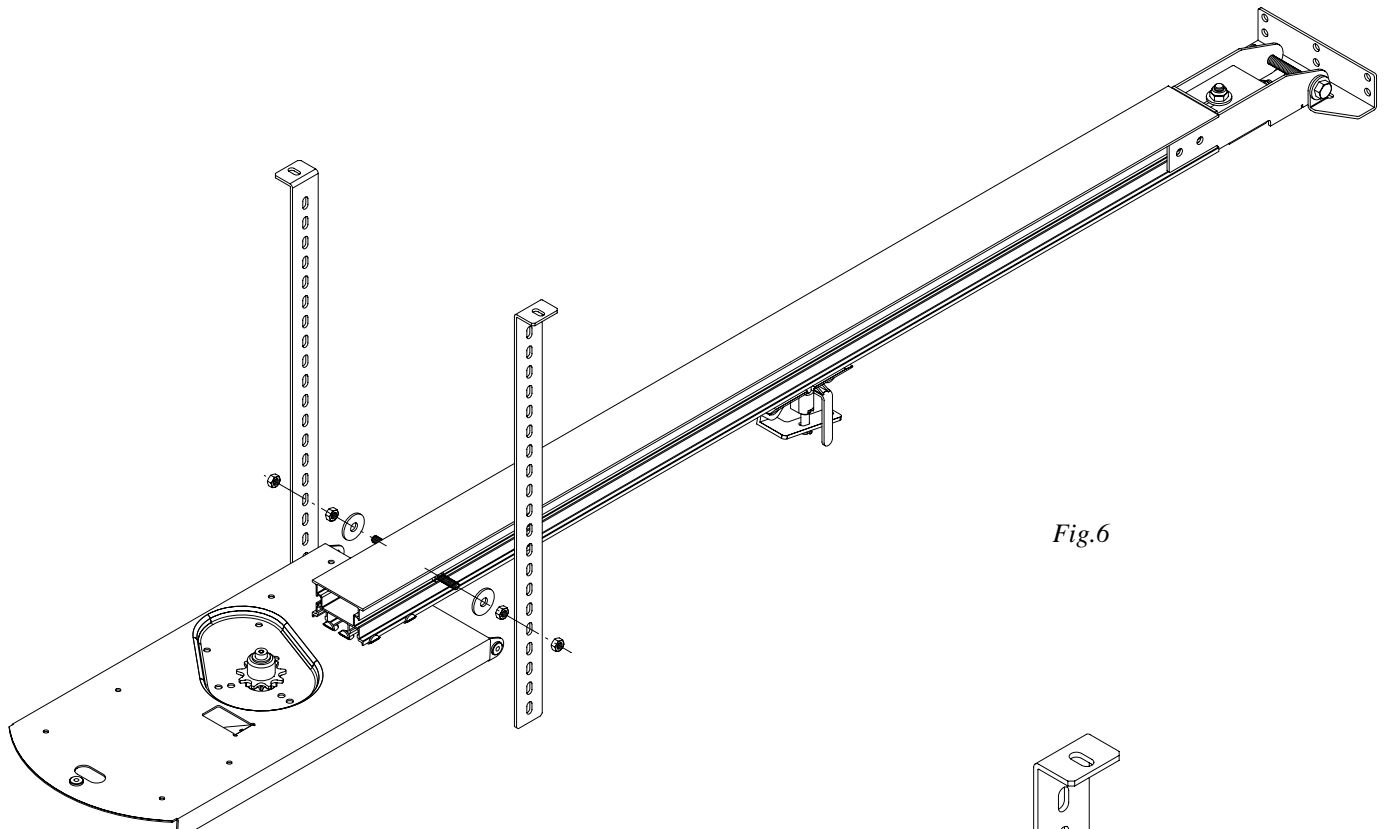

Fig.6
- e) Predisporre le staffe di attacco al soffitto preferibilmente vicino al motore (Fig.6). Per il fissaggio vedere Fig.7.
- e) Place the fixing brackets to ceiling preferably near the motor (Fig.6). For fastening, see Fig.7.**
- e) Bügel zur Befestigung an die Decke wenn möglich in der Nähe des Motors (Abb.6). Zur Befestigung siehe Abbildung 7.
- e) Mettre en place les brides de fixation au plafond de préférence près du moteur (Fig.6). Pour la fixation voir la figure 7.**
- e) Predisponer los estribos de unión al techo, preferentemente cerca del motor (Fig.6). Para la fijación ver la fig.7.